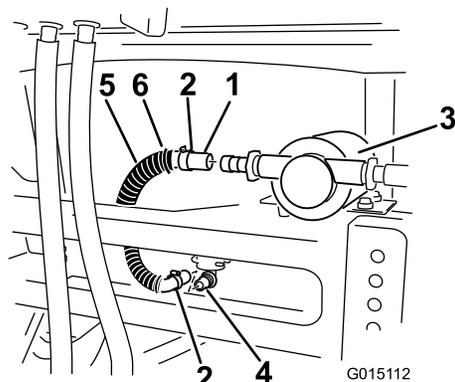

図 24
3. ホースの一端を、すすぎタンクの下についている 90 度フィッティングに取り付ける（図 24）。
10. ポンプにカバーを被せ、このカバーのタブをフレーム部材のスロットに差し入れる (図 24)。